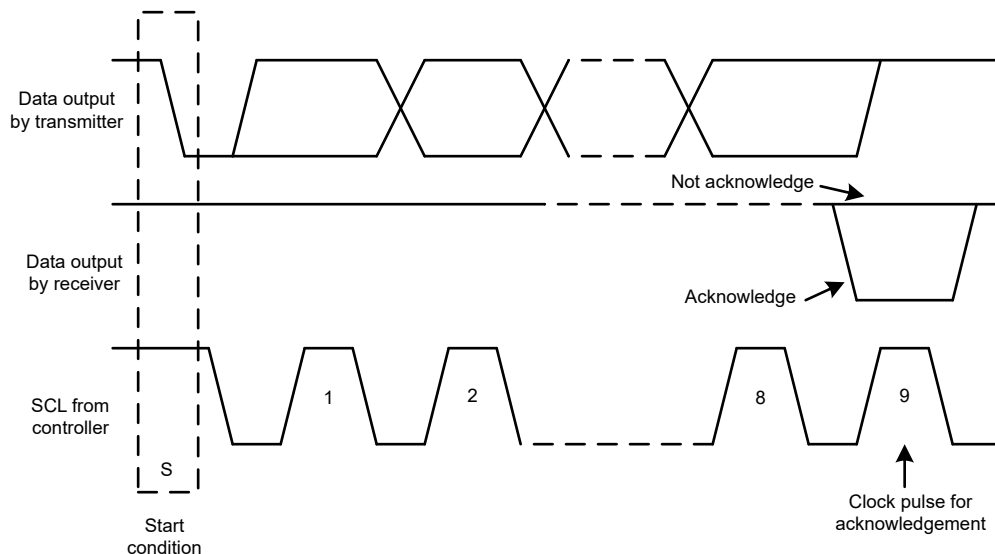
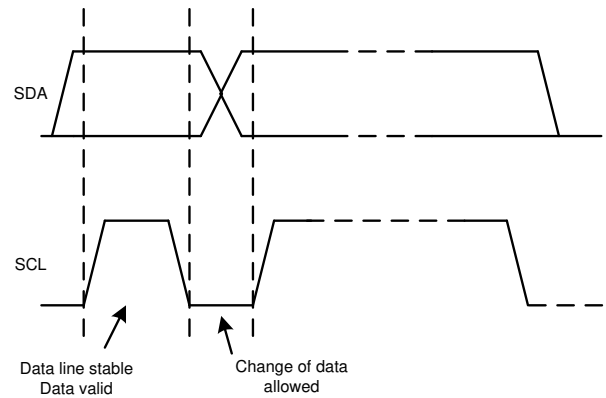

图 6-18. I²C 总线上的确认和非确认
图 6-20. 在 I²C 总线上的位传输
除了特定的时序信号外，I²C 接口还使用串行字节。在每个字节结束时，第九个时钟周期会生成并检测确认信号。确认是指 SDA 线在第九个时钟周期的高电平期间被拉低。图 6-18 所示为非确认，是指 SDA 线在第九个时钟周期的高电平期间保持高电平。
2. 控制器随后产生 SCL 脉冲，并在 SDA 线上发送 7 位地址和读取/写入方向位 ($R/\bar{W}$)。在所有传输期间，控制器确保数据有效。图 6-20 显示，有效数据条件要求 SDA 线在时钟脉冲的整个高电平期间保持稳定。所有器件都识别控制器发送的地址，并将其与相应内部固定地址进行比较。只有具有匹配地址的目标器件才会通过在第 9 个 SCL 周期的整个高电平期间拉低 SDA 线来生成确认（另请参阅图 6-18）。当控制器检测到此确认时，则表示与目标的通信链路已建立。